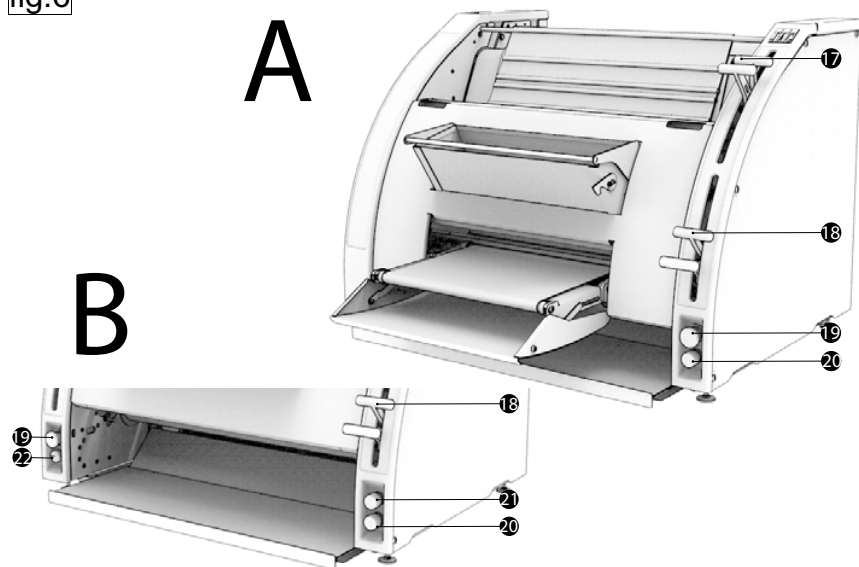

fig.7
أ. افتح غطاء الواجهة (fig.7).
- ب. قم بمساعدة اسطوانات التزييق (fig.7) لأقصى قدر.